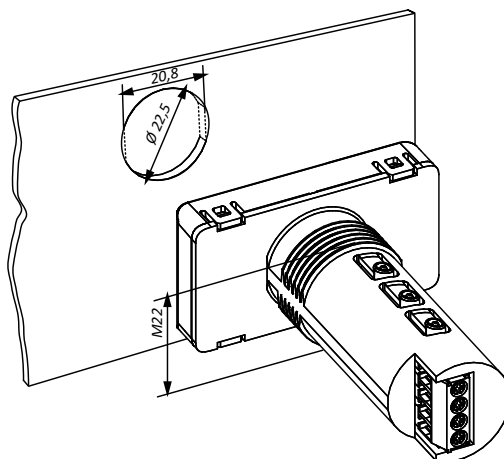

Рисунок 4.1 – Установочные размеры прибора
1. Подготовить в щите круглое отверстие диаметром 22,5 мм (для предотвращения прокручивания прибора отверстие следует выполнить сложной формы, см. рисунок 4.1).